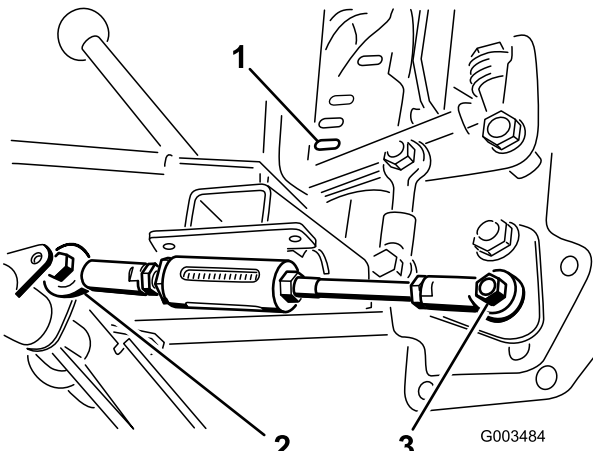

Bild 8
6. Bewegen Sie den Hubhebel, bis das Loch im Kugelgelenk mit dem Loch an der rechten Seite des verstellbaren Stangenhebels am Schwenkrohr ausgefluchtet ist, und befestigen Sie die Stange mit einer Schraube (1/2" x 1-1/2") und einer Sicherungsmutter (1/2") am Hebel, wie in Bild 8 dargestellt.